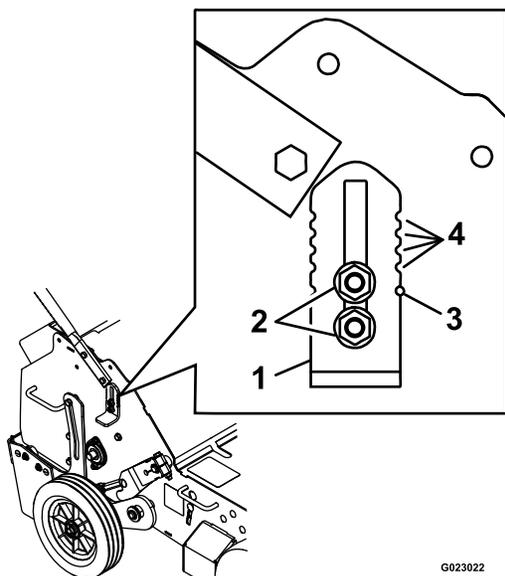

Рисунок 18
3. Ослабьте гайки крепления упора колеса на правой стороне машины (Рисунок 18).
6. Повторите действия, описанные в пунктах 3–5, для упора колеса с левой стороны машины. Используйте визуальные контрольные выемки на упоре колеса и контрольные отверстия на раме, чтобы установить упоры колеса на одинаковую высоту для каждой стороны (см. Рисунок 18).